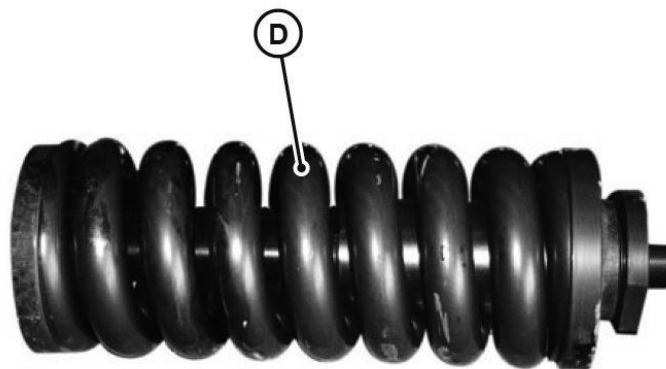

Fig. 26 Fixação da tensão da mola
4	Se o arqueamento for excessivo, tensione a correia, com a fixação da tensão da mola (D) na Fig. 26 fornecida. Quando o arqueamento for muito pequeno, libere a tensão do trilho.